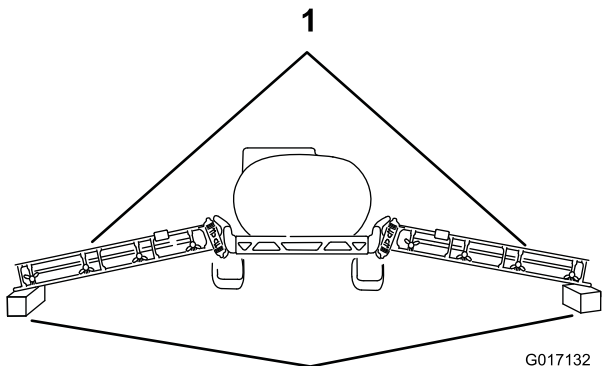

Figura 5
3. Baje cuidadosamente los brazos sobre bloques de madera de unos 10 cm de alto (Figura 5).